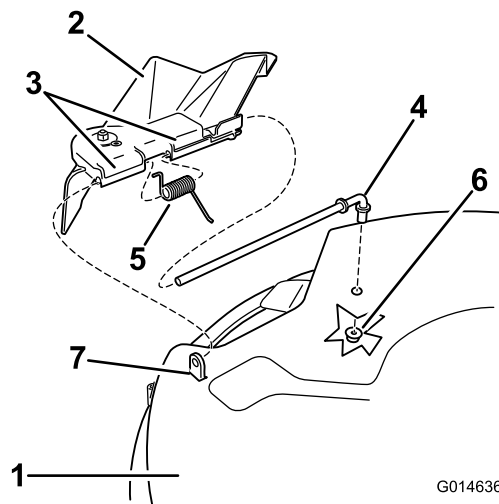
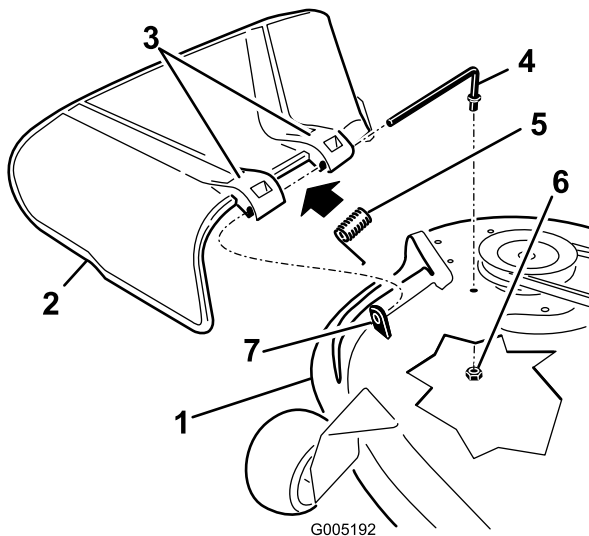

Figure 65
Figure 66
1. Retirez l'écrou (3/8 pouce) de la tige, sous le plateau de coupe (Figure 65 et Figure 66).
2. Sortez la tige de la courte cheville de positionnement, du ressort et du déflecteur d'herbe (Figure 65 et Figure 66).
4. Remettez en place le déflecteur d'herbe (Figure 65 et Figure 66).
7. Insérez la tige dans le deuxième support du déflecteur d'herbe (Figure 65 et Figure 66).
9. Fixez l'extrémité arrière de la tige dans le plateau de coupe à l'aide d'un écrou (3/8 po), comme montré à la Figure 65 et la Figure 66.